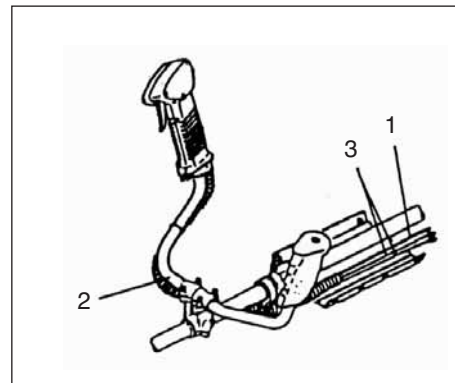

Fig.1-3B
Før stopsnorene (3) og kablet til gashåndtaget (1) gennem beskyttelsesrøret (2), og hængt derefter hoftepudden af (fig. 1-3B).